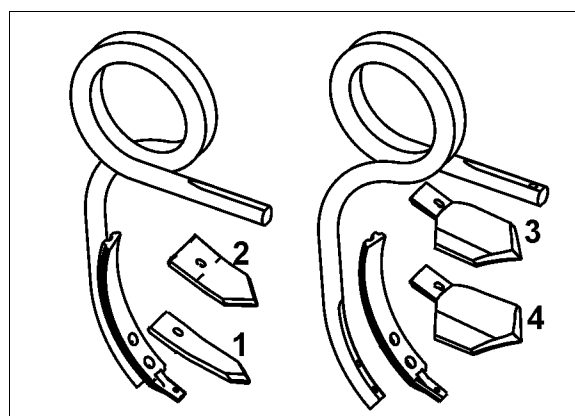

Fig. 15
- o som meiselskjær (Fig. 15/1)
- o som stubbåkerskjær (Fig. 15/2)
- o som breiskjær (Fig. 15/3,4)